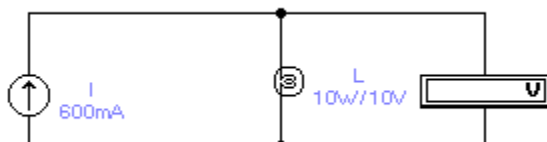

Рис. 13. Применение лампы накаливания в качестве предохранителя.
22. Используя схему на рис. 13, определите ток I , при котором лампочка L перегорает при различных значениях допустимой мощности